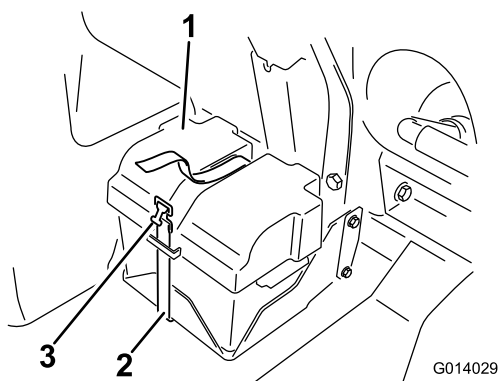
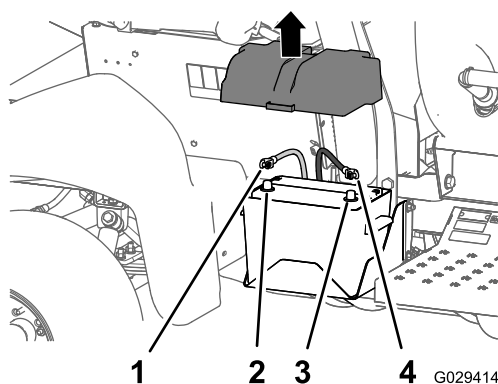

图3
图4
3. 拆下电池盖从电池电极上断开负极电池线黑色—接地线 图3 和 图4。
4. 从电池电极上断开正极红色接线 图4。